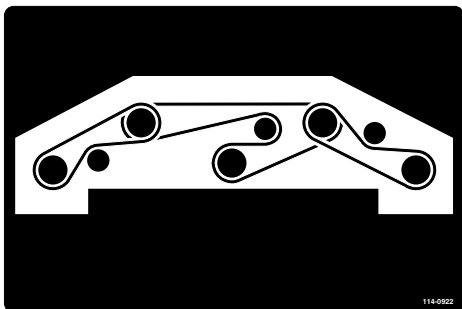

Figura 95
8. Infilate la nuova cinghia attorno alle pulegge dei fuselli e al gruppo puleggia tendicinghia (Figura 95).